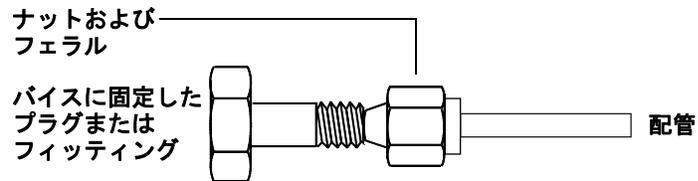

図 8 フィッティングの組み立て
- 3 配管をステンレス製のプラグに押し込みます (図 8)。